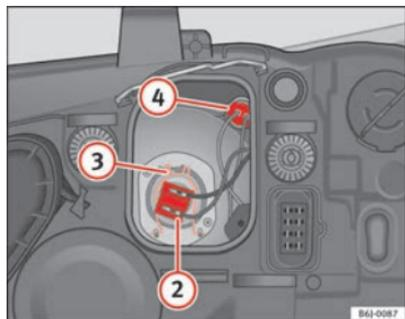

Fig. 134 Luz de presença
- Retire o conector ⇒ fig. 134 ② da lâmpada.
- Desengate a mola de fixação ⇒ fig. 134 ③ pressionado-a para dentro e para a direita.